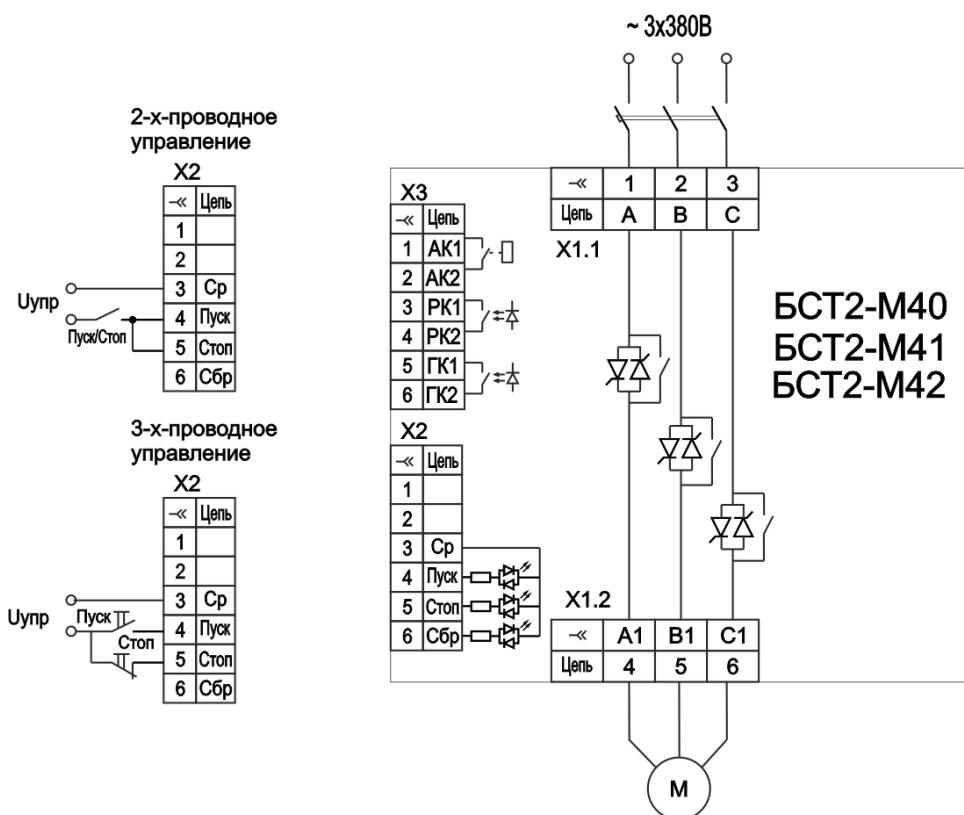

Рисунок 3 – Пример схемы подключения БСТ2-М40, БСТ2-М41, БСТ2-М42
- 1.6.6 Пример схемы подключения приведен на рис. 3 и 4 .